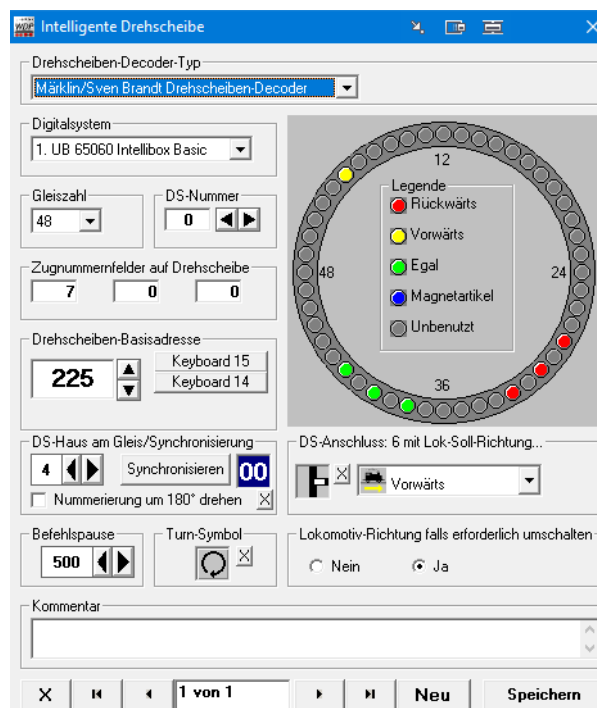

Bild 3
c) Sind die ersten beiden Punkte ‚a‘ und ‚b‘ abgearbeitet worden, so lässt sich unsere Drehscheibe bedienen. Erst mit dem dritten Punkt wird sie intelligent. Zum ‚iDS‘-Editor folgender Hinweis. Wenn, wie im Bild 3 zu sehen, mehrere unterschiedliche Abfahrtsrichtungen eingetragen wurden, dann sollte man sich zum Testen einen Bildschirmausdruck dieses Fensters anlegen. Ein Blick auf die Grafik verrät uns dann schnell, ob unsere Lok wirklich richtig zum Anschluß gedreht wurde. Wer sich die Einstellungen im Editor alle merken kann, der kann das Ausdrucken auch sparen.